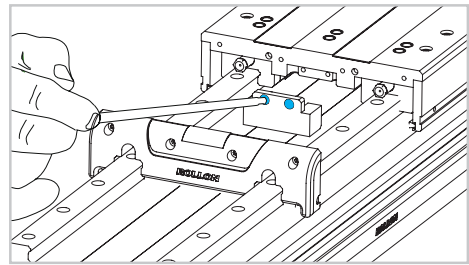

Abb. 3
- 2) Entfernen Sie die innere Abdeckblöcke an beiden Enden des Laufwagens (Abb. 3).